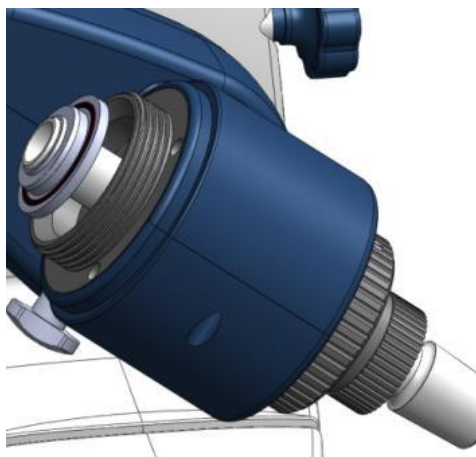

Рис.10
l) Установите уплотнительное кольцо (Рис. 10, 11).